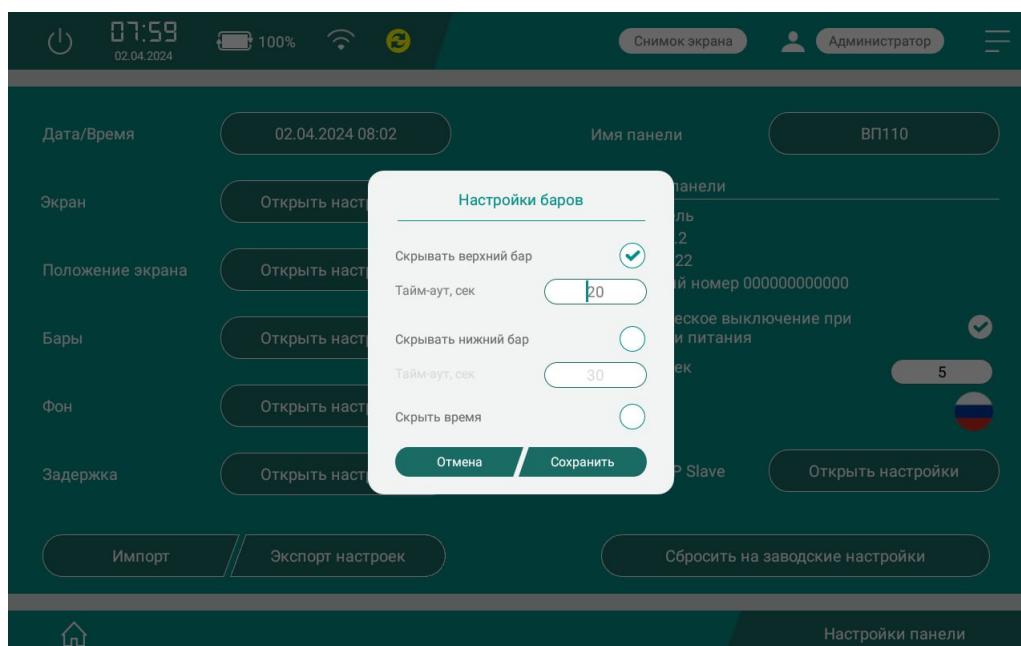

Рисунок 8.16 – Окно настройки баров
- **Дата/Время** – системные дата и время, отображаемые в рабочем режиме на верхней панели (при выключенной настройке скрытия времени в меню **Бары**, см. рисунок 8.16);